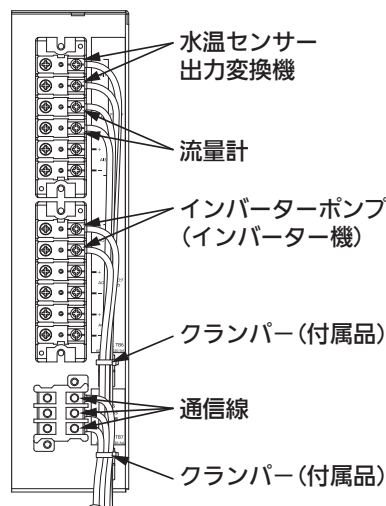

図11
- ④ 配線を指定の場所に接続してください。(図11、12参照)